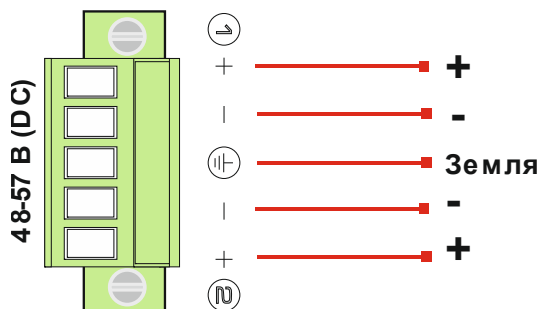

Рис. 3.4. Назначение контактов разъема электропитания
1. Подключите красный провод блока питания к контакту **+** и черный провод к контакту **–** разъема электропитания Ethernet-коммутатора, как показано на Рис. 3.4. Закрепите отверткой провода в контактной колодке.